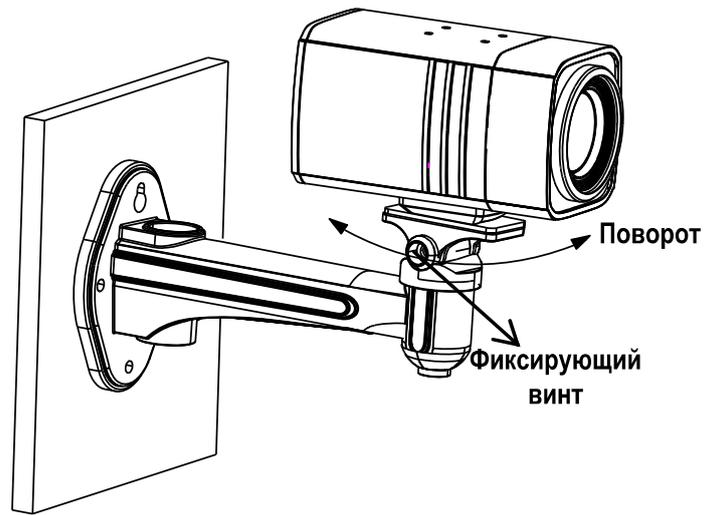

Рис. 3.5. Настройка поворота видеокамеры
- b. Ослабьте соответствующий фиксирующий винт и выберите нужный поворот видеокамеры в пределах 360° (Рис. 3.5). Закрутите фиксирующий винт.